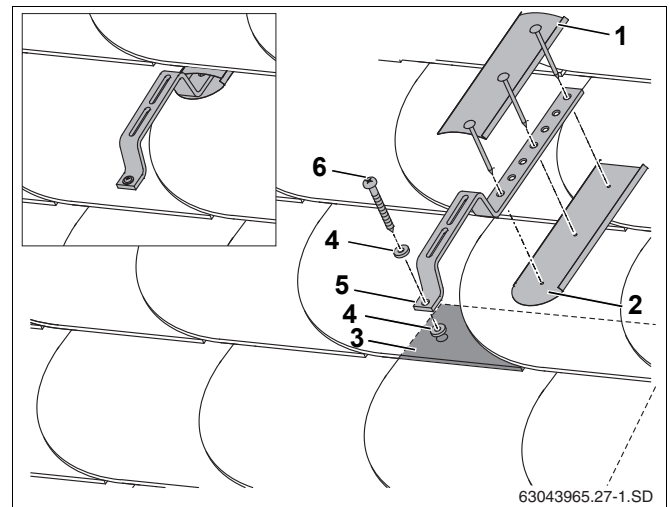

Рис. 26 Монтаж на крыше с покрытием шифером/гонтом
В качестве примера здесь приводится описание монтажа специального кровельного крюка и водонепроницаемого уплотнения с использованием планок заказчика (рис. 26, поз. 1 и 2) на покрытии шифером/гонтом.
- Установите специальные кровельные крюки (рис. 26, поз. 5) и уплотнения (рис. 26, поз. 4), закрепив их шурупом (рис. 26, поз. 6) на покрытии шифером/гонтом.
- Для водонепроницаемости при монтаже нужно укладывать планки заказчика (рис. 26, поз. 1, 2) сверху и снизу специальных кровельных крюков.
Специальный кровельный крюк должен спереди прилегать к многослойному покрытию (рис. 26, поз. 3).